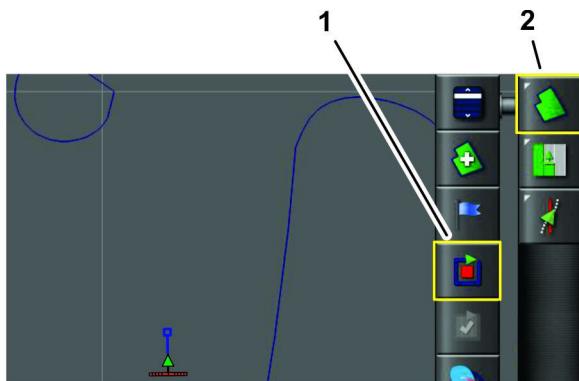

Figure 41
- Appuyez sur l'icône MENU DES CHAMPS, puis sur l'icône ENREGISTRER LA LIMITE DE CHAMP (Figure 41).